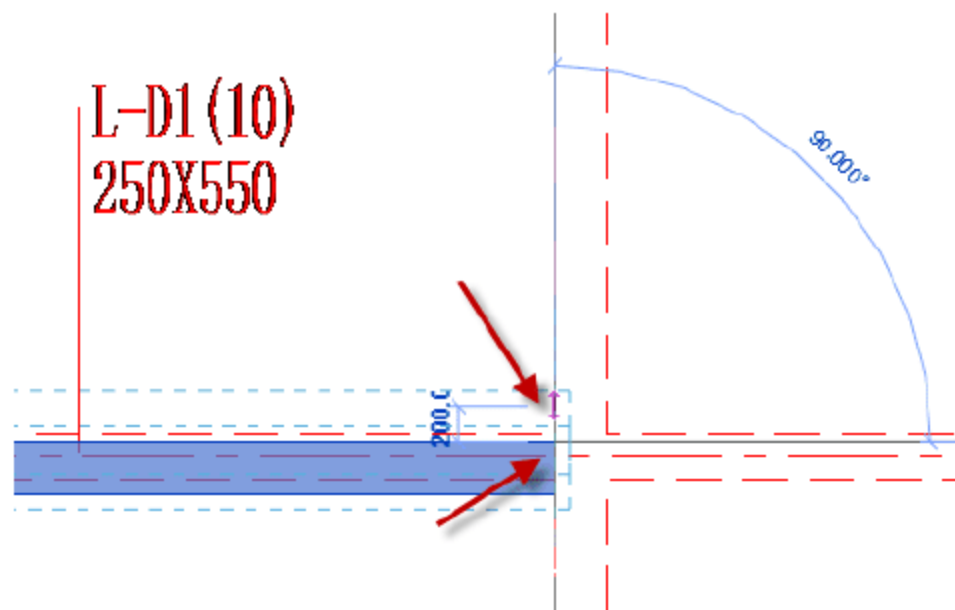

图 4.2.63 调整矩形梁的位置
(13) 调整矩形梁 L-D1 的位置, 选中矩形梁 L-D1, 按快捷键 M+V, 移动矩形梁的位置, 使其与梁线对齐, 如图 4.2.63 所示。